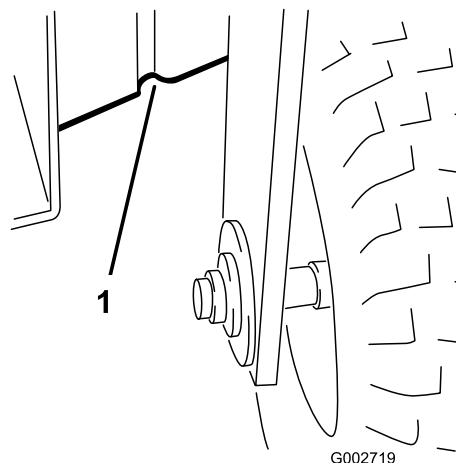

Рисунок 21
- Спереди — под рамой, за передним колесом (Рисунок 21).